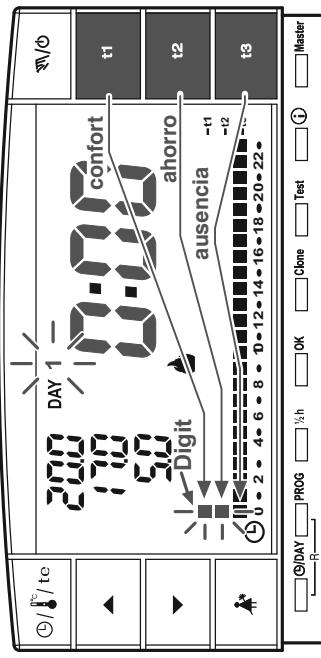

fig. 9
En la pantalla parpadearán los dos dígitos t1 y t2 relacionados con la hora 0:00 y el número 1 correspondiente al día **Lunes** (fig. 9)
- La selección de la temperatura y de la hora (dígito parpadeante) se producirá pulsando la correspondiente tecla (t1, t2 y t3) (fig. 9).